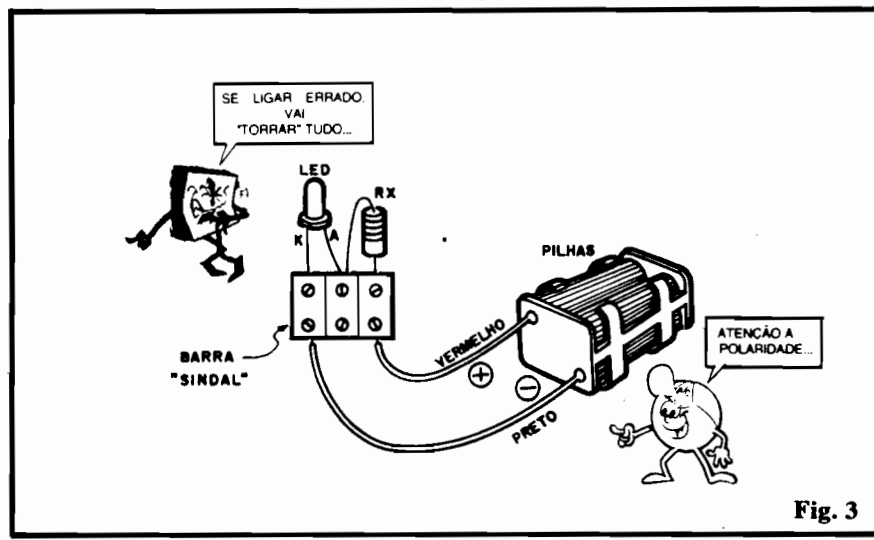

Fig. 3
- **FIG. 3** - Diagrama das ligações dos componentes em "vista real" (peças estilizadas, mostradas "como elas são"). Aqui em ABC chamaremos sempre esse tipo de representação de **CHAPEADO** (um termo antigo, que vem do "tempo da válvula", utilizado para a representação "real" dos circuitos, em contraposição à representação apenas simbólica, que se convencionou chamar de **ESQUEMA**...)
Outra experiência (no mesmo arranjo básico mostrado para a fig. 3): mantenha, no lugar de RX, o resistor de 470R (amarelo-violeta-marrom), ligando inicialmente, na alimentação (é assim - ALIMENTAÇÃO - que chamamos, em Eletrônica, a fonte de energia ou
corrente que... "alimenta" o circuito...), o suporte com 4 pilhas. Observe bem o brilho do LED. Substitua, então, a alimentação pelo **outro** suporte, agora com apenas 2 pilhas, ligando-o à barra de conectores parafusados, respeitando a POLARIDADE indicada na fig. 3. Coloque as pilhas e observe o brilho do LED... Diminuiu bastante a luz, não é...? Vamos ver por que razão isso aconteceu. temos, agora, na alimentação, uma tensão de apenas 3 volts (2 pilhas x 1,5 volts cada). Considerando a QUEDA DE TENSÃO no LED, o cálculo da corrente no circuito fica assim: